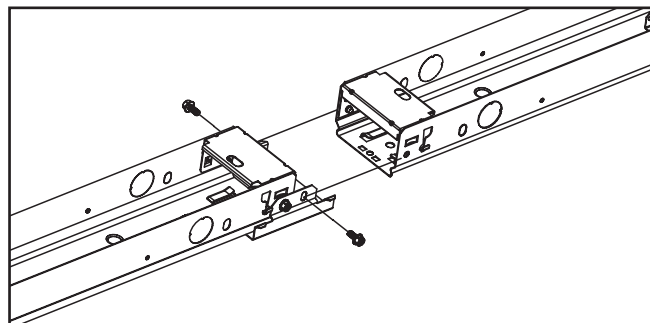
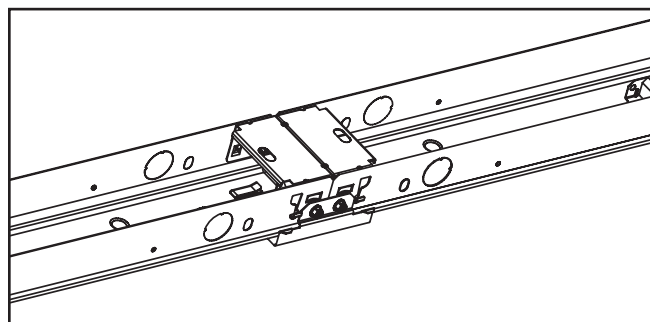

Figura 5.
Figura 6.
3. Instale la luminaria en la superficie o cuélguela y realice su cableado según el código NEC. Separe el soporte del extremo en la luminaria adyacente y una las dos luminarias con el soporte de tapas centrales/en tándem (Figura 5, Figura 6). No fije la luminaria solamente con el soporte.